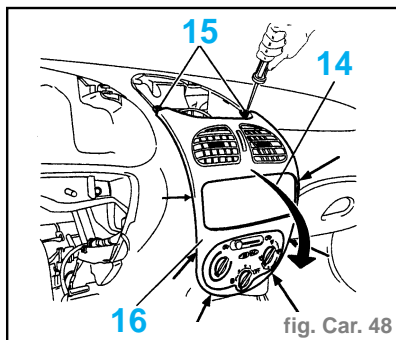
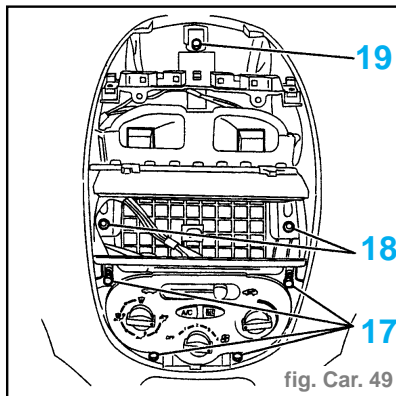

fig. Car. 48
fig. Car. 49
- Déposer la montre (13) ou l'afficheur (suivant équipement).
- Déposer la façade (14) ou l'autoradio (suivant équipement) (fig. Car. 48).
- Déposer les fixations (15).
- Dégrafer en tirant doucement vers soi la façade centrale (16).
- Déposer la façade centrale (16).
- Déposer les fixations (17) - (18) - (19) (fig. Car. 49).